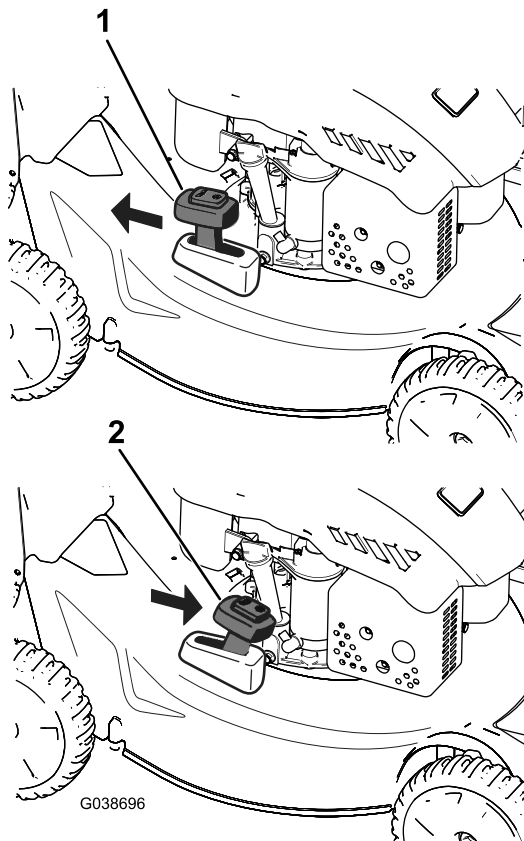

Figure 20
Pour recycler l'herbe coupée, placez le levier de ramassage sur demande en position RECYCLAGE (Figure 20).
2. Montez le bac à herbe ; voir Montage du bac à herbe \(page 14\) et amenez le levier de ramassage sur demande en position de RAMASSAGE, comme montré à la Figure 20.
Remarque: Si le bac à herbe est monté sur la machine, enlevez-le avant de procéder à l'éjection arrière de l'herbe coupée ; voir Retrait du bac à herbe \(page 15\). Le levier de ramassage sur demande doit être en position RAMASSAGE comme montré à la Figure 20.